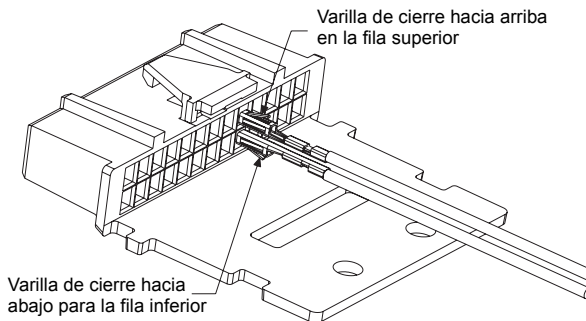

Figura 4. Orientación del terminal
Paso 2. Inserte los contactos en los pines 12 y 16 para el cable negro, en el pin 7 para el cable rojo y en el pin 14 para el sonido del micrófono o en el pin 15 para el micrófono y recibir así el sonido en el cable azul del conector accesorio como se muestra en la figura 4.